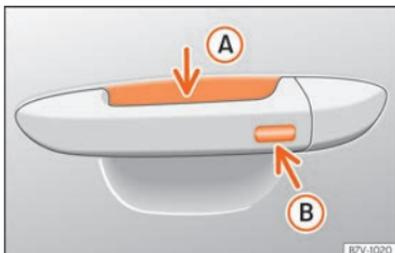

Fig. 51 Manilla de la puerta: superficies sensoras.
»» fig. 51
- Toque la superficie sensora »» fig. 51 **B** situada en el lado exterior de la manilla de la puerta. Todos los intermitentes parpadean una vez.
- Antes de que transcurran 5 segundos, toque una vez el sensor del lado exterior de la manilla de la puerta »» fig. 51 **B**. Al hacerlo, no agarre la manilla. El sistema Keyless Access queda desactivado temporalmente.
Para cerrar con la función de confort todas las ventanillas eléctricas, mantenga un dedo durante unos segundos sobre la superficie sensora de bloqueo »» fig. 51 B (flecha) de la manecilla de la puerta hasta que se hayan cerrado las ventanillas.